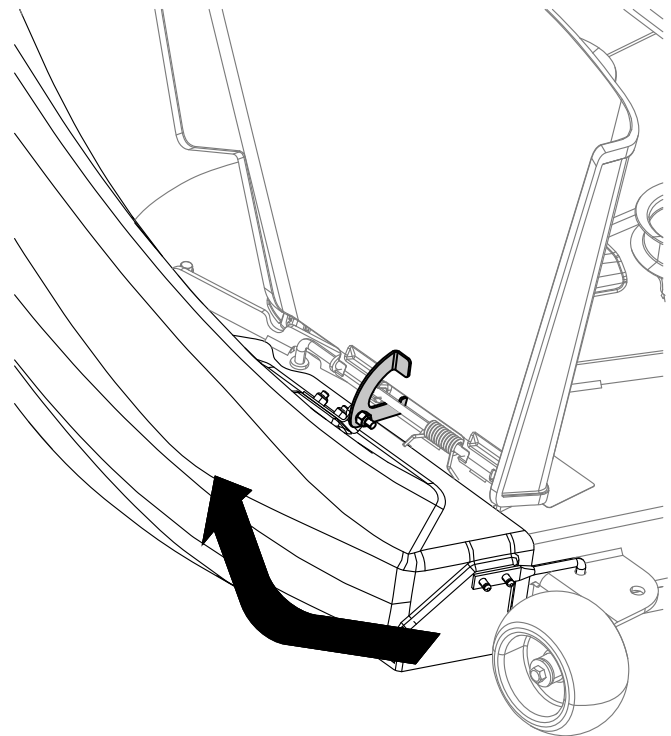

Figure 17
3. Au sommet de la goulotte, engagez le crochet de verrouillage sur la tige de pivot du déflecteur et insérez la tige dans le trou sur le plateau de coupe (Figure 17).